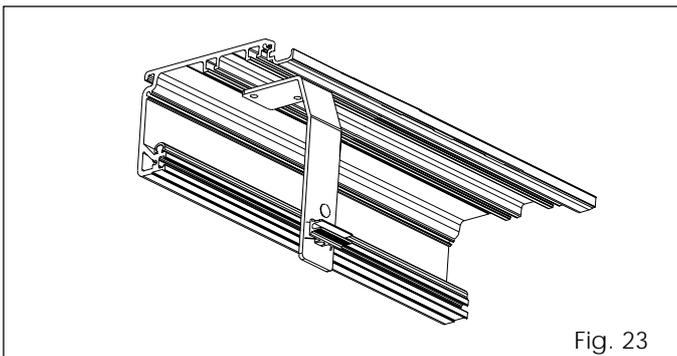

Fig. 23
- Fissare all' estremità della traversa, opposta al gruppo motore, una staffa fissaggio carter utilizzando le viti e i piastri in dotazione (fig. 23).